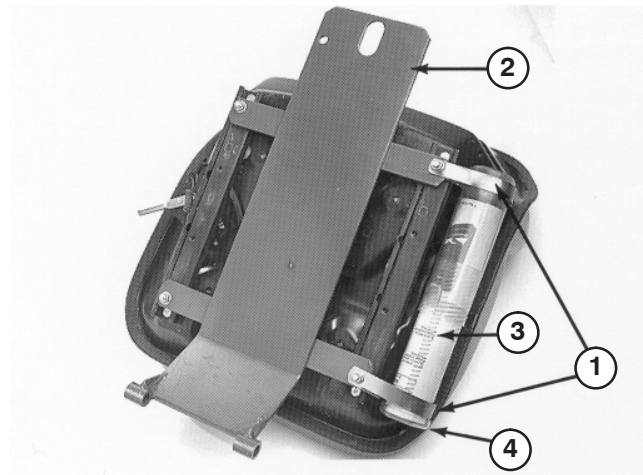

Figure 7
1. Fixez sans les serrer les 2 colliers en R au côté droit de la base du siège avec 2 vis d'assemblage et rondelles plates qui font partie du kit (Fig. 7). Placez le tube du manuel dans les colliers en R et serrez les vis d'assemblage (Fig. 7).